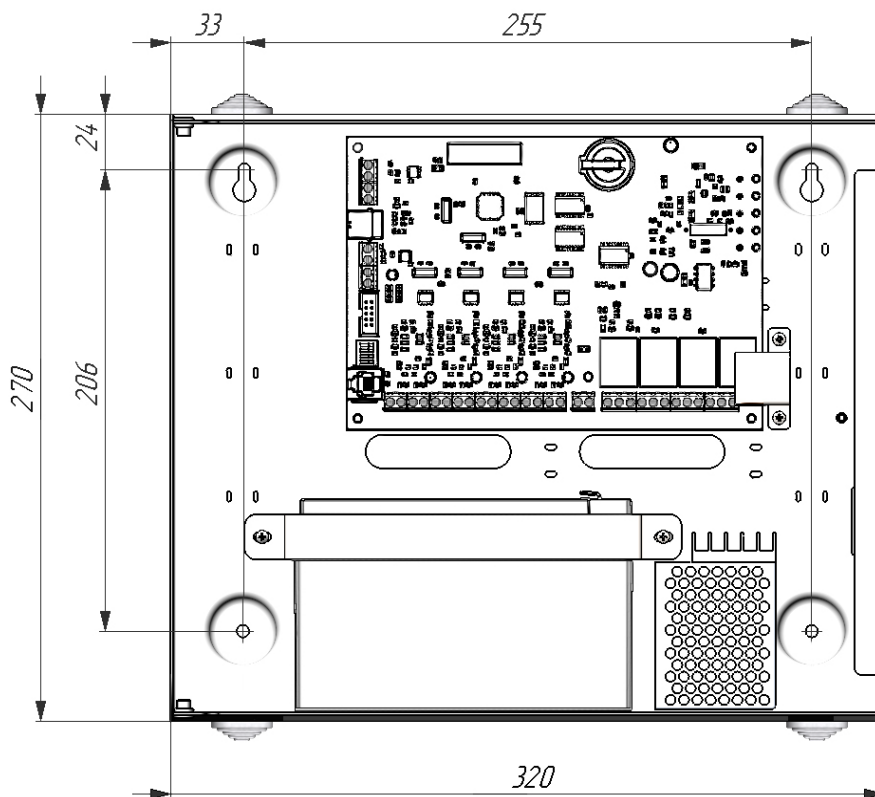

Рис.2. Габаритные и установочные размеры АПКП и ВПУ.
Габаритные и установочные размеры АПКП и ВПУ показаны на рис.2.
3.1.3. На блоке питания АПКП (рис.2) расположены клеммы питания  $\approx 220\text{В}$  и заземления.